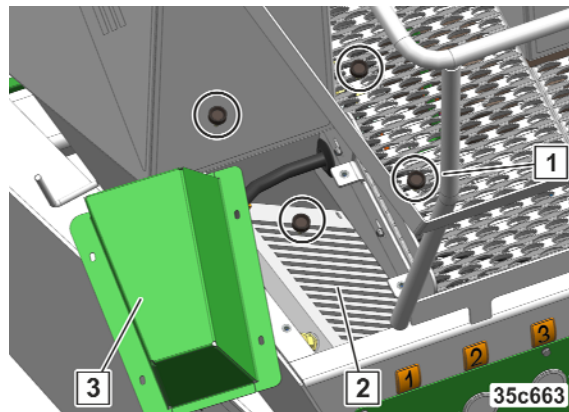

Fig. 314
2. Das Gebläseansaugschutzgitter (Fig. 314/3) reinigen.
3. Alle Rändelmutter (Fig. 314/1) lösen und entfernen.
5. Den Wärmetauscher (Fig. 314/2) reinigen.